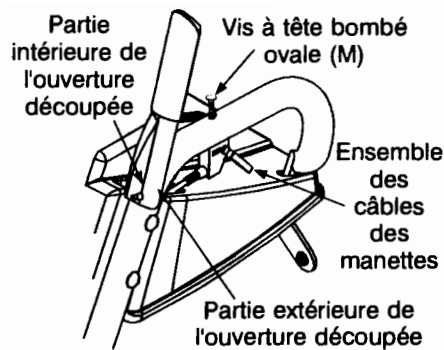

FIGURE 16
- Remontez le câble de la manette dans la partie extérieure de l'ouverture découpée dans le tableau de bord, comme à la Figure 16.
- Positionnez les manettes sur le dessous du guidons et maintenez-la avec les vis à tête ovale bombée (M). Voir la Figure 16.
Les manettes à gâchette, qui se trouvent sous le guidon, permettent de manoeuvrer la souffeuse. Voir la Figure 16. Pour tourner à droite, pressez la manette de droite et guidez la souffeuse vers la droite. Pressez la manette de gauche et guidez la machine vers la gauche pour tourner à gauche. Habituez-vous à ces commandes en déblayant de vastes zones.